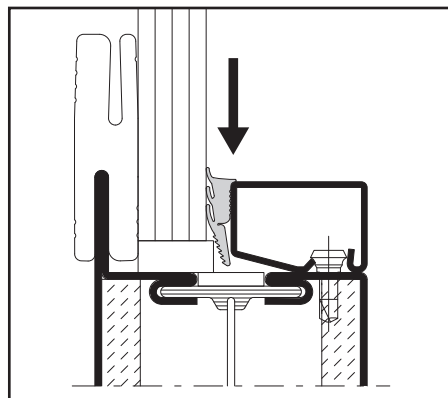

Abb. 26 / Fig. 26 / Fig. 26
- Keildichtungen glasleistenseitig mit leichtem Übermass in 45°-Gehung zuschneiden und eindrücken (Abb. 26)
- Découper les joints à bourrer coté parcloes d'onglet à 45° avec une légère surlongueur et les enfoncer (fig. 26)
- Cut with small oversize the wedge weatherstrips in a miter joint on the glazing bead side and press in (Fig. 26)